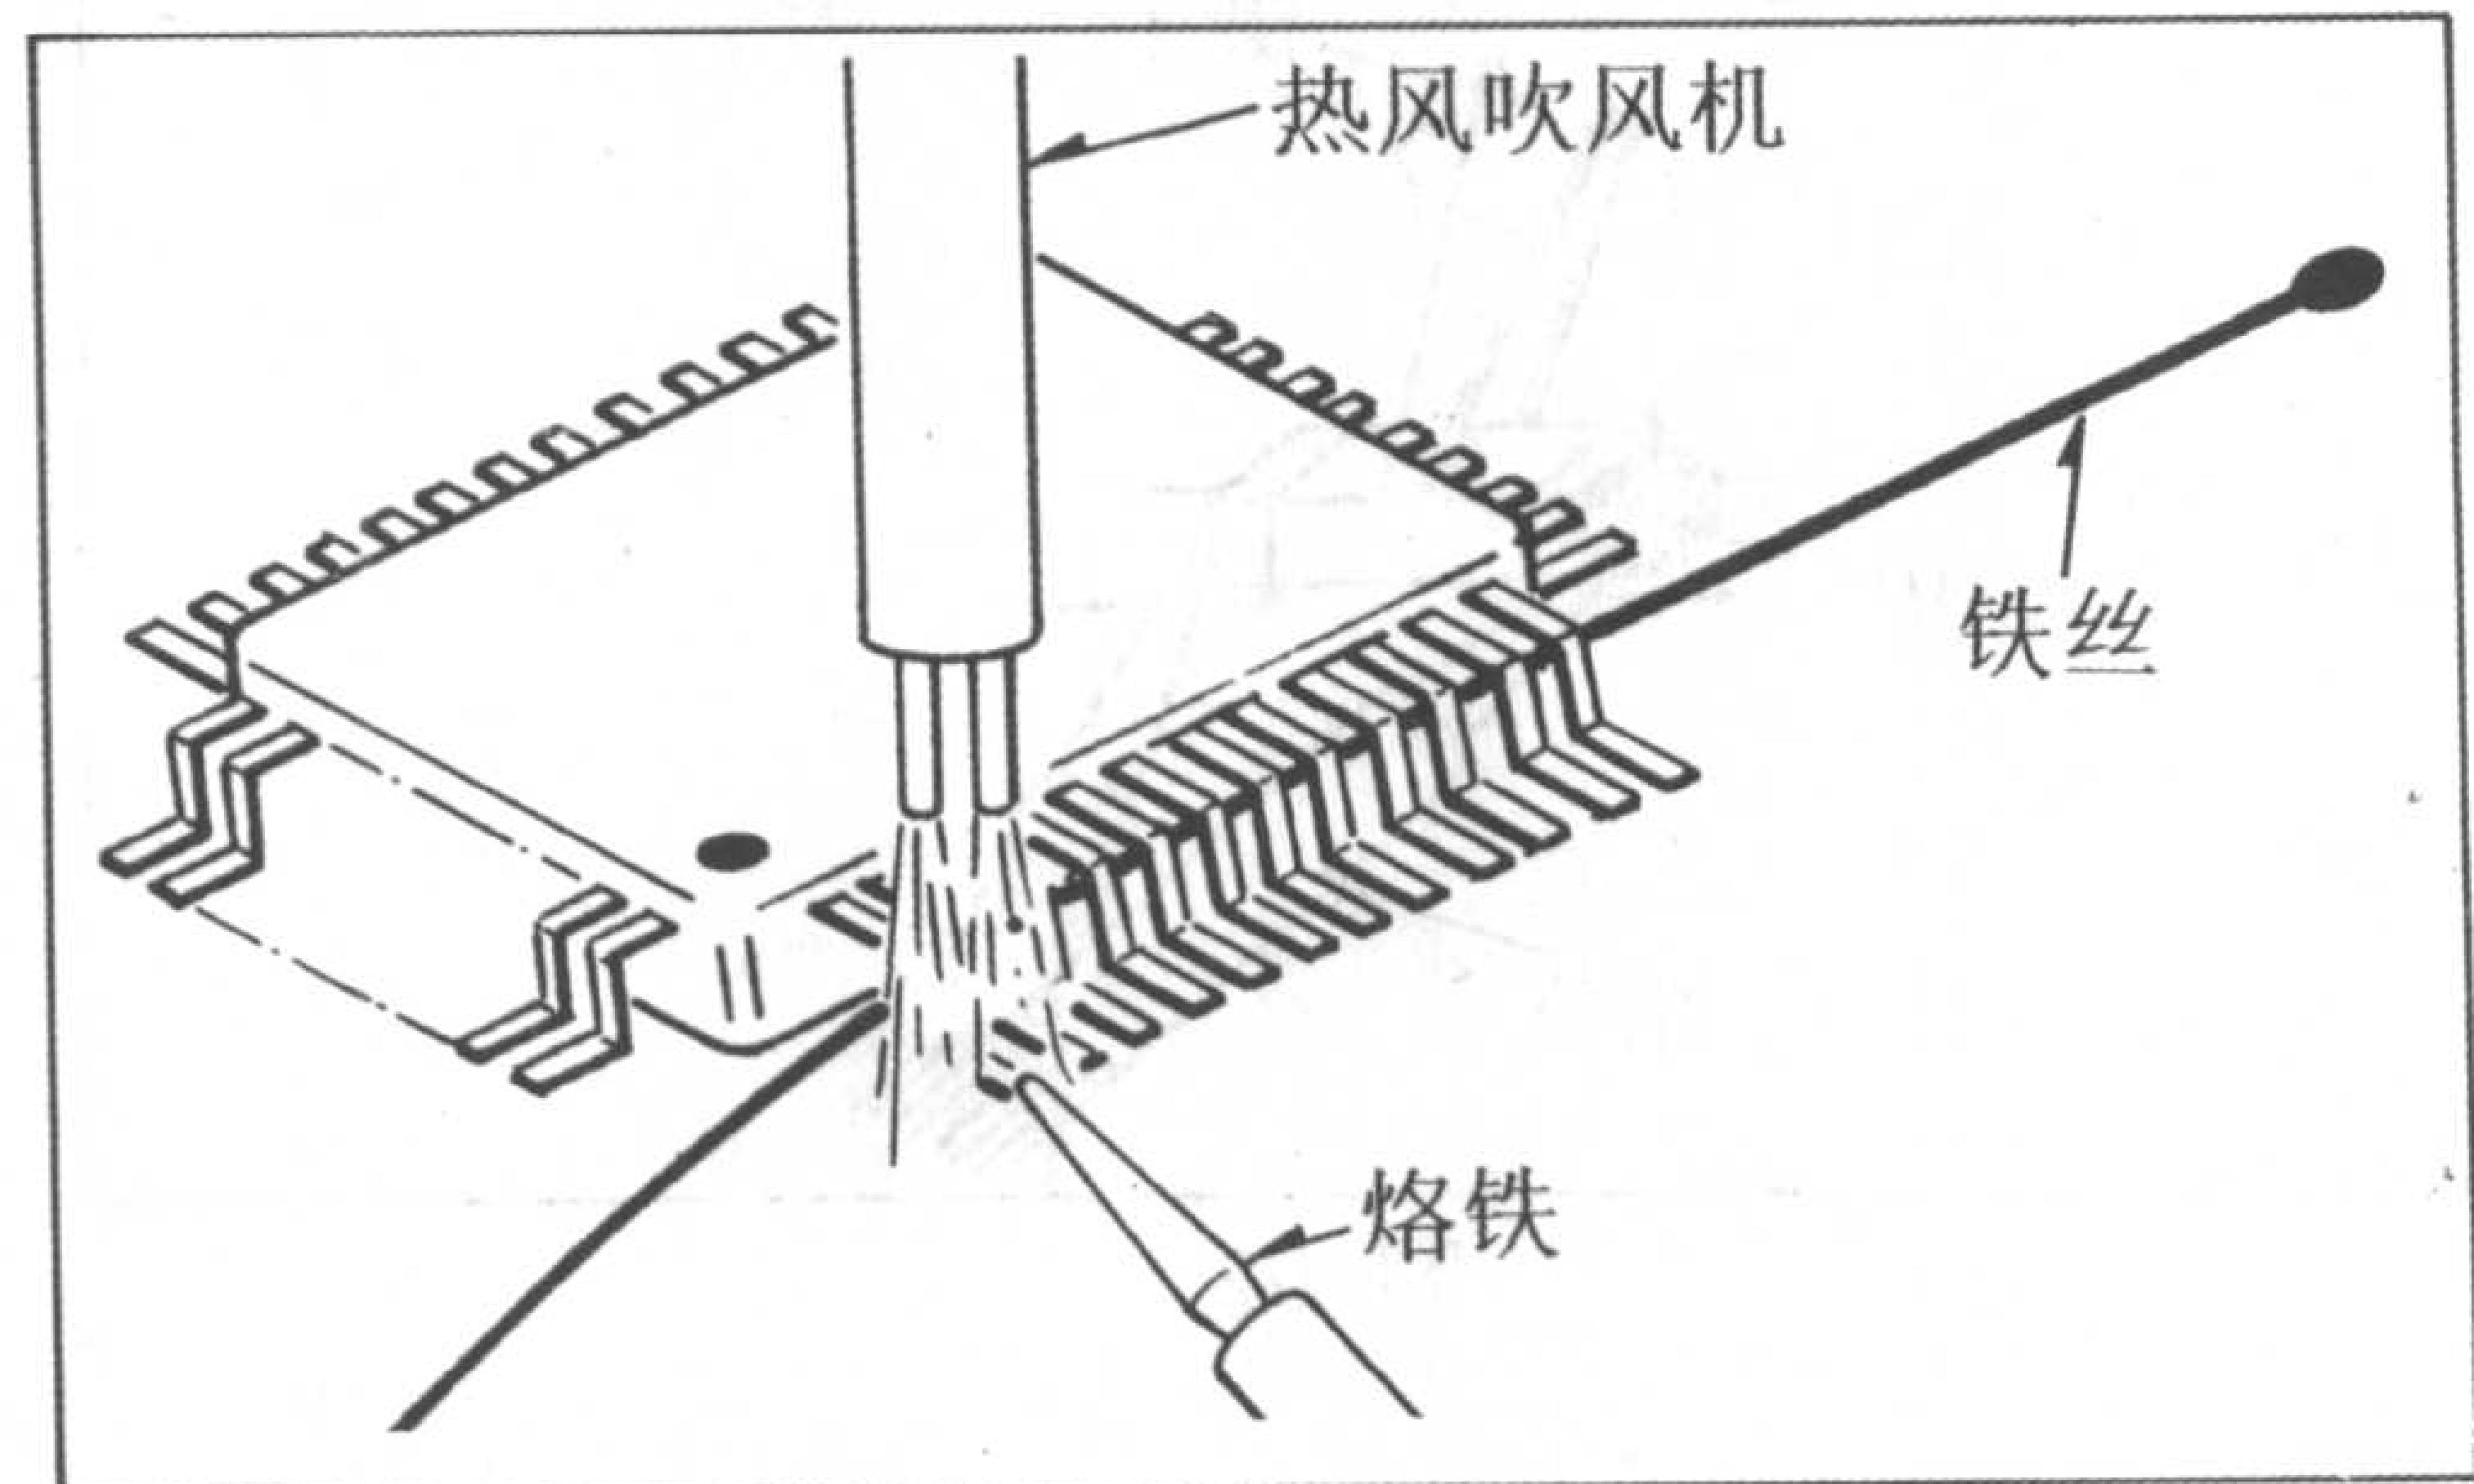

图 G12
- (1) 将铁丝如图G12所示那样固定在工作台或其它的固定物上。
- (2) 用一边用尖头烙铁或热风吹风机加热一边用手提起铁丝, 将扁平封装集成电路块的管脚逐个从印刷电路板的焊点上带起。